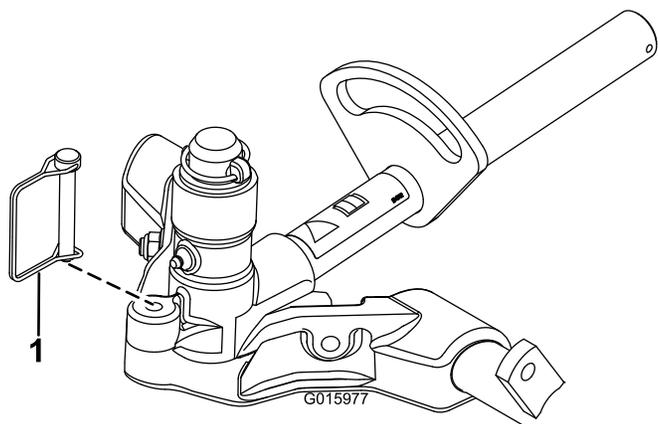

Figure 17
- Pour verrouiller la direction sur les plateaux de coupe, fixez la chape de pivot au bâti porteur avec la goupille à fermoir (Figure 17).